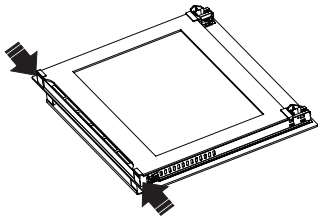
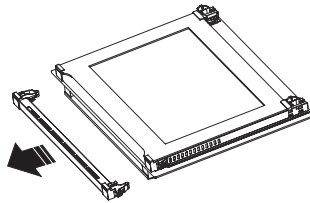
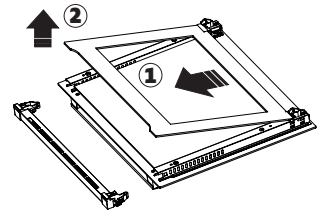

Abbildung 17
Abbildung 18
Abbildung 19
**1.** Drücken Sie auf die Kunststoffverschlüsse links und rechts, wie in Abbildung 17 gezeigt und heben Sie das Profil an, indem Sie es wie in Abbildung 18 gezeigt zu sich ziehen. Das Glas ist frei, nachdem das Profil wie in Abbildung 19 gezeigt, entfernt wurde. Ziehen Sie das frei gewordene Glas vorsichtig zu sich heran. Falls erforderlich, kann das mittlere Glas auf dieselbe Weise entfernt werden. Das äußere Glas ist am Ofentürprofil befestigt. Sie können die Gläser leicht reinigen, nachdem sie getrennt wurden. Sobald die Reinigung und Wartung abgeschlossen ist, können Sie die Gläser und das Profil austauschen, indem Sie den Entfernungsvorgang in umgekehrter Reihenfolge durchführen. Stellen Sie sicher, dass das Glas in der richtigen Richtung eingesetzt ist und das Profil richtig sitzt.